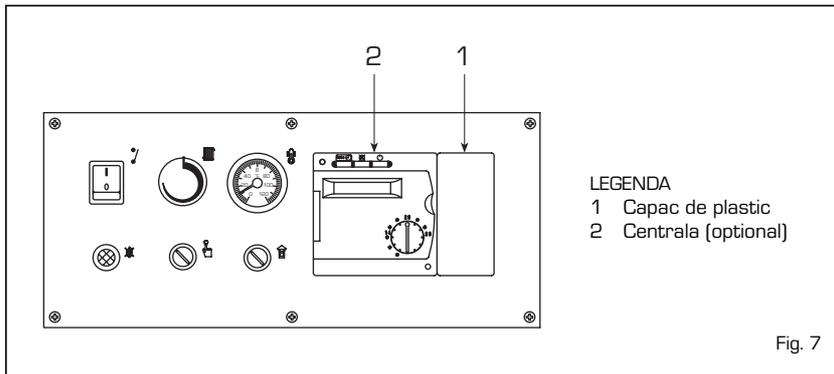

Fig. 7
Toate funcțiile grupului termic pot fi coordonate de centrala cod. 8096303, dotată cu sonda pentru temperatura externă (SE) și sonda pentru imersie grup termic (SG) (fig. 7). Centrala prevede introducerea unei alte serii de conectori de joasă tensiune pentru conectarea sondelor și a unităților ambient (conectorii se găsesc într-un saculet, în interiorul tabloului de comandă). Sfera sondei eventualului boiler extern (SS) opțional, cod. 6277110, trebuie să fie introdusă în membrana boilerului iar cea a sondei grupului termic (SC), în membrana grupului termic. Pentru montarea sondei pentru temperatura externă urmați instrucțiunile incluse în ambalajul sondei. Pentru efectuarea legăturilor electrice urmați indicațiile schemei de la fig. 6.